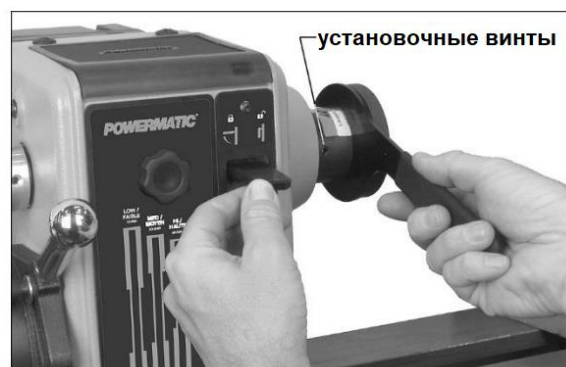

Рисунок 8-7: установка и демонтаж планшайбы
3. Поднимите язычок фиксатора шпинделя (Рис. 8-7) и поворачивайте маховик, пока фиксатор не войдет в шпиндель.
При реверсе шпинделя убедитесь, что два установочных винта в планшайбе затянуты! Один из этих винтов изображен на Рис. 8-7. В противном случае планшайба может выкрутиться из шпинделя.
6. Для демонтажа планшайбы извлеките два установочных винта с помощью ключа на 3 мм (рисунок. 8-7). Поднимите язычок фиксатора шпинделя и выкрутите планшайбу против часовой стрелки при помощи ключа для планшайбы, как показано на рисунке.
вращения шпинделя при работе с планшайбой, убедитесь, что оба установочных винта на ней затянуты (см. Рис. 8-7). В противном случае планшайба может выкрутиться из шпинделя передней бабки.